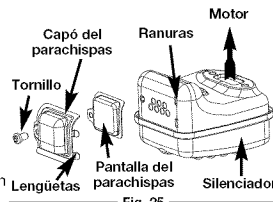

Fig. 25
2. Localice el silenciador, pero no lo quite. Busque uno (1) tornillo en la parte inferior del silenciador (Fig. 25). Estos dos tornillos unen el conjunto de deflector de escape y la pantalla del parachispas a la parte inferior del silenciador. Quite los dos (2) tornillos usando una llave torx No. 20 o un destornillador plano.
6. Coloque la placa del parachispas encima del parachispas con el lado "levantado" hacia arriba mirando al motor (Fig. 25).
- Coloque el capó del parachispas encima de la placa del parachispas con el lado "levantado" hacia arriba y la apertura mirando en dirección CONTRARIA al motor (Fig. 25). Asegúrese de que el escape se dirija en dirección CONTRARIA al motor.